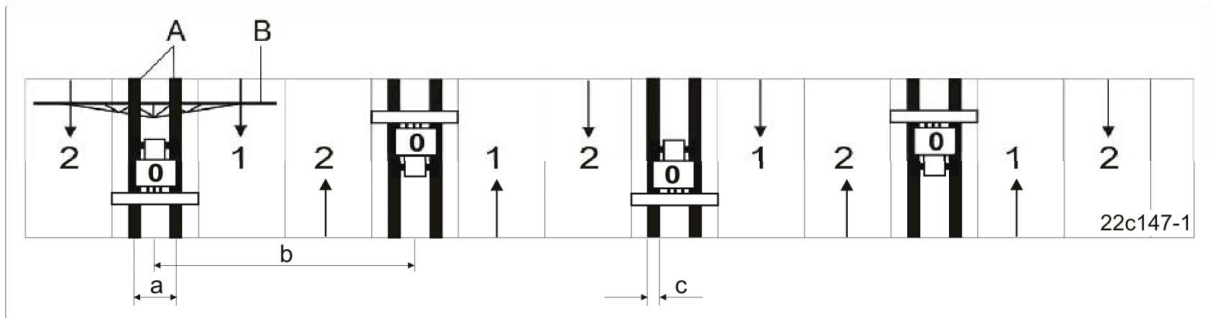

Рис. 63
Технологическая колея – это незасеянная колея (Рис. 63/А) для применяемых позже агрегатов для внесения удобрений и ухода за растениями.
Расстояние между технологическими колеями (Рис. 63/б) соответствует ширине захвата применяемых впоследствии агрегатов (Рис. 63/В), например, распределителя минеральных удобрений и/или полевого опрыскивателя, которые используются на засеянном поле.
Для установки различного расстояния между технологическими колеями (Рис. 63/б) необходимо ввести в бортовой компьютер ¹⁾ соответствующий ритм создания технологических колеи.
На рис. (Рис. 63) показан ритм создания технологических колеи 3. Во время работы проходы по полю нумеруются (счетчик технологических колеи) и отображаются на дисплее бортового компьютера ¹⁾.
Ширина технологической колеи (Рис. 63/а) соответствует колее пропашного трактора и регулируется (см. гл. "Регулировка расстояния между техколеями/ширины техколеи (спецмастерская)", на стр. 177).
Ширина следа технологической колеи (Рис. 63/с) возрастает с увеличением количества расположенных рядом сошников техколеи.
- ширина технологической колеи (Рис. 63/а)